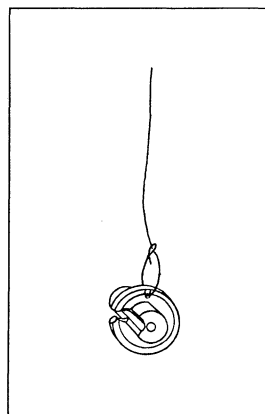

Fig. 2 ► 4.
4. Fasten the weight to the cord ► Fig. 2.